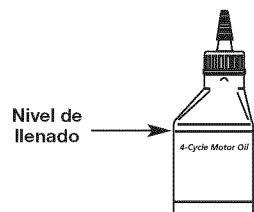

Fig. 22
**NOTA:** Use la botella y la boquilla que guardó del uso inicial para medir la cantidad correcta. El nivel de 90 ml (3,04 onzas) está aproximadamente en la parte superior de la etiqueta de la botella (Fig. 22). Mida el nivel con la varilla de medición. Si el nivel está bajo, agregue una pequeña cantidad de aceite y vuelva a medir. No lo llene demasiado (Fig. 18).